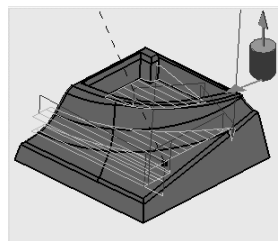

图 2-41 “Zig-zag” 示意图
- “Zig-zag”: 往复式走刀, 用于产生一系列平行连续的线性往复刀具路径轨迹, 如图 2-41 所示, 是最经济省时的切削方法。但该方式会产生一系列的交替“顺铣”和“逆铣”, 特别适合于粗铣加工。